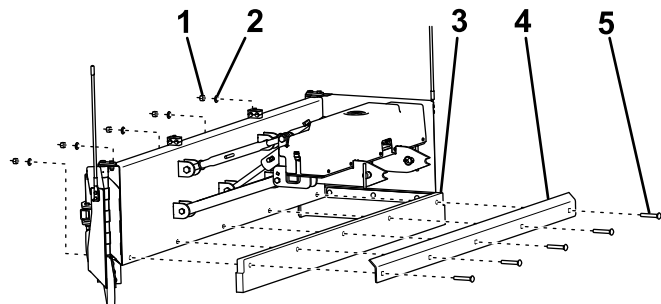

Figura 2
4. Instale la cuchilla de goma usando los pernos, la pletina, las arandelas y las tuercas suministradas, como se muestra en la Figura 2.